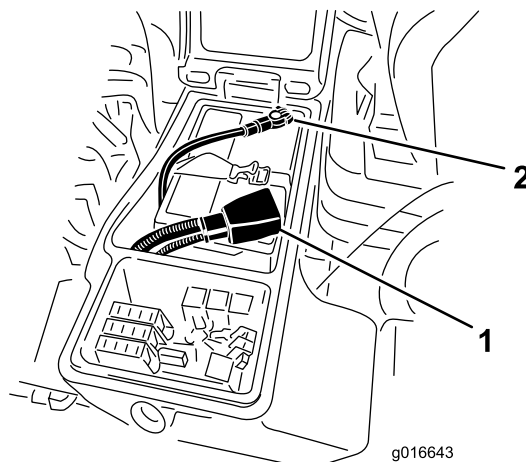

Figura 61
5. Collegate il cavo positivo (rosso) al terminale positivo (+) e il cavo negativo (nero) al terminale negativo (-) della batteria (Figura 61).